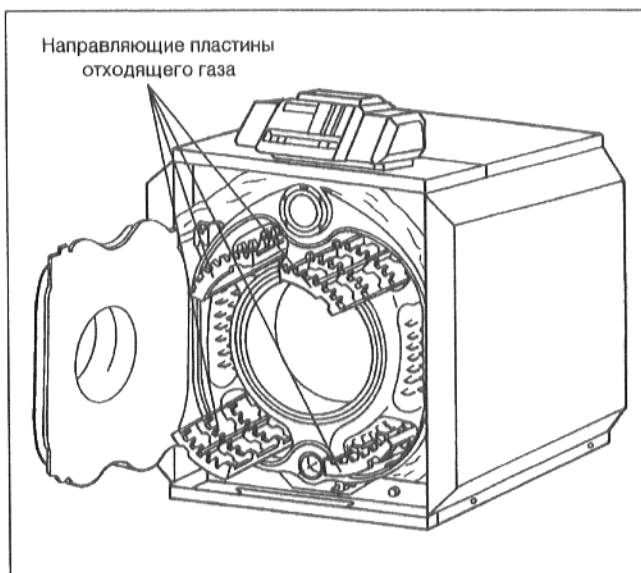

рис. 45
- Вынуть направляющие пластины из дымоходов отходящего газа по направлению вперед (рис. 45).